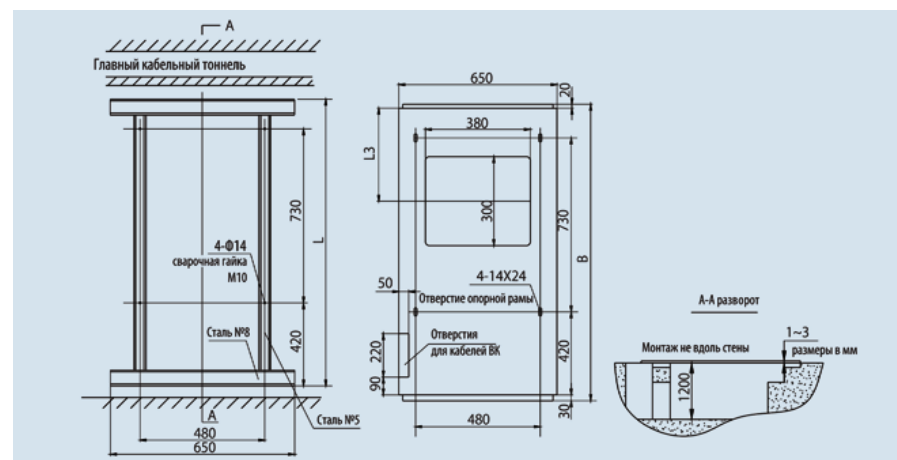

Рис. 5.2 Схема монтажа РУ KYN28-12(Z)
5.3 Схема монтажа оборудования (см. рис. 5.2)